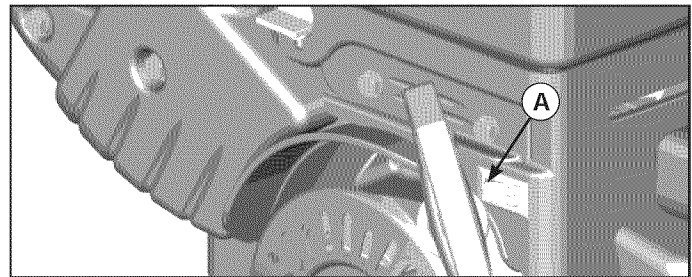

Figura 18. Arrancar/Detener el motor
3. Empuje el interruptor de apagado (A, Figura 18), si lo tiene, a posición ON (ENCENDIDO).
1. Empuje el interruptor de apagado (A, Figura 18), si lo tiene, a la posición de PARADO.